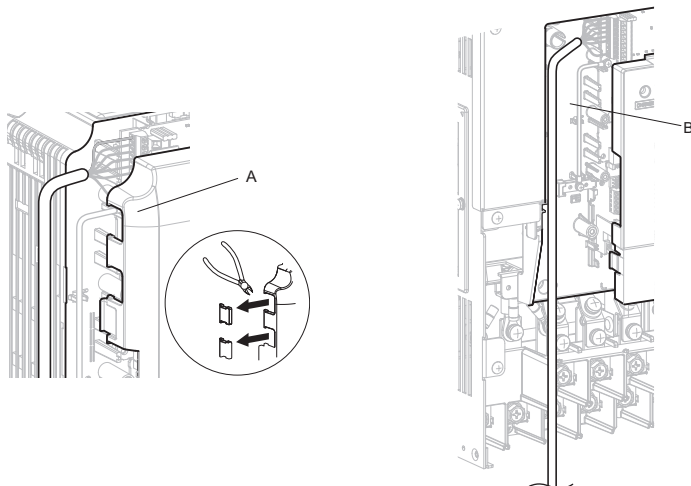

図 8 ケーブルの配線方法
インバータにより配線方法が異なります。インバータ内部に十分な配線スペースがない場合は、インバータのフロントカバー左側のケーブル配線用スペースをニッパなどで加工し、図 8 (A) のようにケーブルをインバータの外に出して配線してください。切り口でケーブルが傷つくことがないように切断面を紙やすりなどで処理してください。
インバータ内部に配線スペースがある場合は、図 8 (B) のようにインバータ内にケーブルを配線してください。